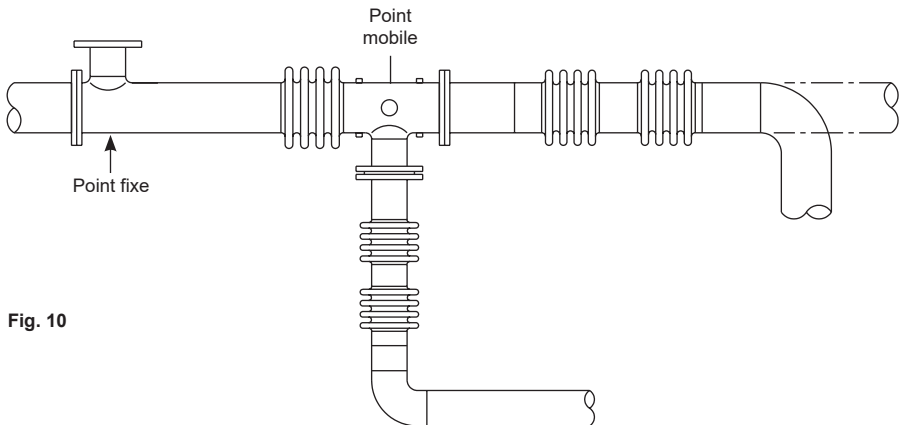

Fig. 10
- 4.9** La figure 10 illustre les raccordements possibles de la tuyauterie. Il est également possible d'utiliser des tubes cintrés de grande taille ou des raccords flexibles.